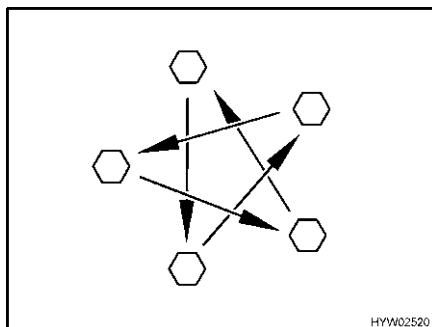

Bild 91 Radmuttern oder Radschrauben über Kreuz anziehen
- Radmuttern oder Radschrauben regelmäßig auf festen Sitz prüfen. Radmuttern oder Radschrauben eines ausgewechselten Rades nach 50 km über Kreuz nachziehen (Bild 91).